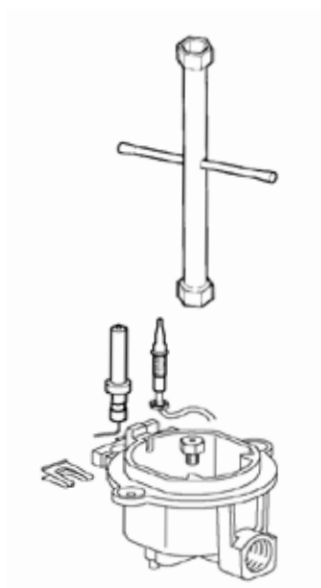

Fig. 8
2. Brännare SR - R - P: skruva loss munstyckena "U" med en 7 mm skiftnyckel (fig. 8) och ersätt med de som tillhandahålls för den nya gasen enligt tabellen på sidan 35.